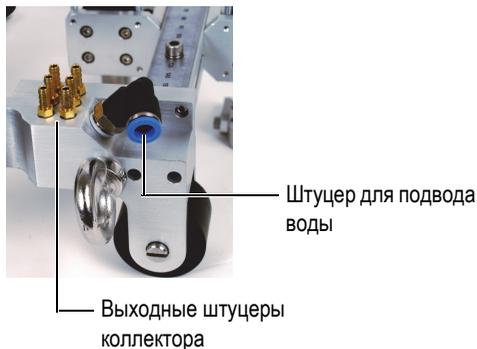

Рис. 3-2 Водяной коллектор
5. Подсоедините подающую трубку от источника воды к впускному отверстию коллектора сканера (Рис. 3-2 на стр. 74).
6. Подсоедините ирригационные трубки от выпускных патрубков к входам призмы (Рис. 3-2 на стр. 74).